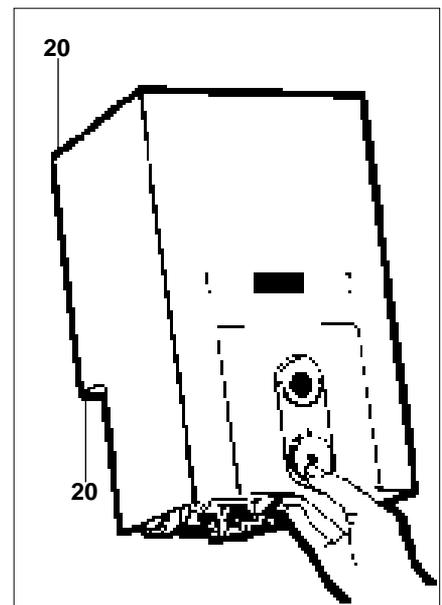

Fig. 3 - BAYARD STAR 5 Tsf 2F
Modèle 2 F : pour distribution d'eau chaude à distance seulement (modèle représenté sur les fig. 3 & 6).
- Mettre en place les quatre vis de fixation "20", (fig. 3).